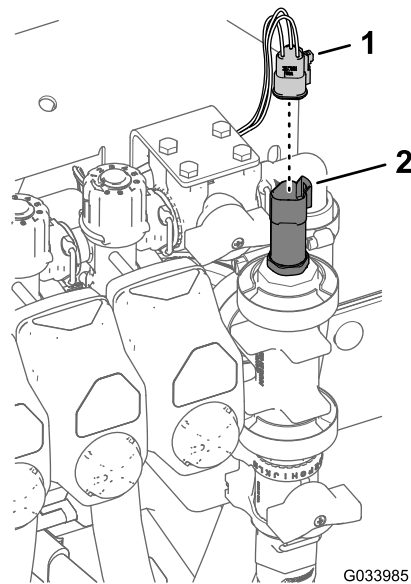

Figura 35
3. Monte la escuadra de la válvula de control en el soporte del distribuidor (Figura 35) con 4 pernos con arandela prensada (6 mm x 16 mm) y 4 tuercas con arandela prensada (6 mm); apriete los pernos a 10–12 N·m.
5. Conecte el conector hembra de 3 vías del transductor de presión (Figura 35).